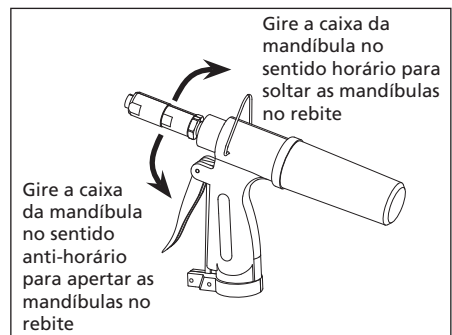

Figura 4
3. Gire a caixa da mandíbula no sentido anti-horário, fazendo com que as mandíbulas apertem no rebite. Gire no sentido horário para afrouxar os mordentes no rebite (consulte a figura 4).